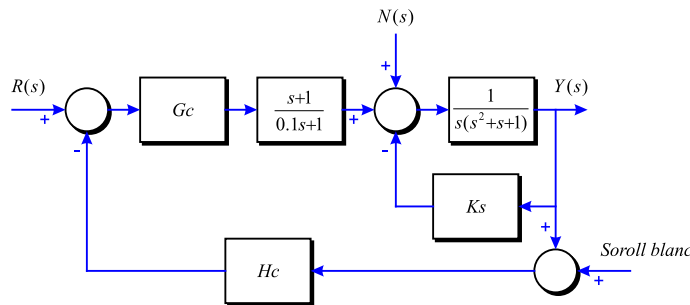

Figura 3-17
**Problema 67** El sistema de la Figura 3-17 descriu una part del sistema simplificat de control de vol d'un airbus.